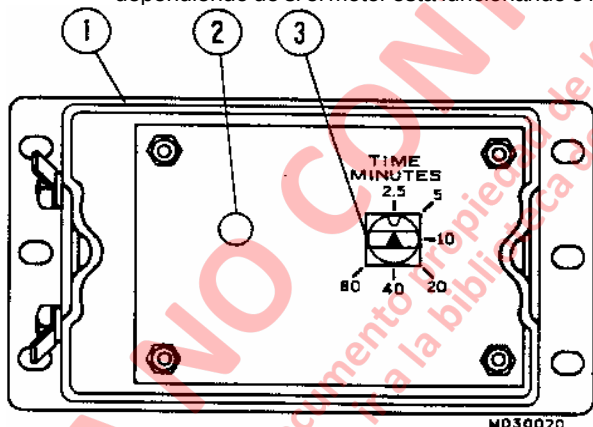

FIGURA 3-6. TEMPORIZADOR (SIN CUBIERTA SUPERIOR)
2. Ajuste el selector del temporizador (3, Figura 3-6) a intervalos de 5 minutos.
El temporizador viene ajustado de fábrica a intervalos nominales de 2.5 minutos (tiempo de apagado). El tiempo de detención es de aproximadamente 1 minuto, 15 segundos. Se obtiene un intervalo mayor (tiempo de apagado) girando la perilla del selector (3, Figura 3-6) a la posición deseada.